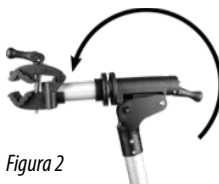

Figura 2
Ribaltare la testa insieme al morsetto per il telaio (pos. 7 dello schema) verso la posizione di lavoro, figura 2. Fissare la testa premendo sulla leva del bloccaggio (pos. 9 dello schema). Se il fissaggio non dovesse essere sufficiente, ribaltare la leva all'indietro e ruotarla sulla filettatura in senso orario con 1 o 2 giri. Ribaltare di nuovo la leva. Ripetere questa operazione fino a quando la testa insieme al morsetto non è sufficientemente fissata.